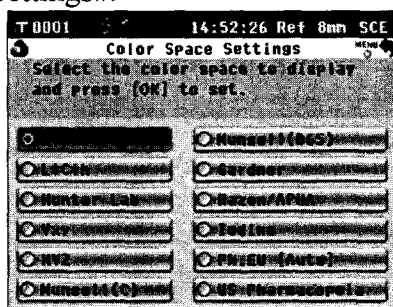

Рисунок 39
- откройте вкладку «Color Space» (Цветовое пространство), при этом отобразится экран «Color Space Settings». Используйте кнопки  или  на крестообразной клавиатуре, чтобы переместить курсор к элементу «XYZ» (рисунок 39) и нажмите кнопку «OK/EDIT». На экране снова появится «Color Settings».